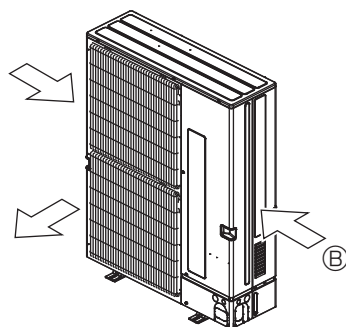

Fig. 2-17
- ② Розмістіть блок так, щоб повітря виходило по можливості перпендикулярно до сезонного напрямку вітру. (Fig. 2-17)